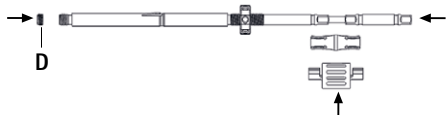

Fig. 11
- Introdurre il cacciavite nella camicia interna, fissarlo con il distanziatore e inserire la vite di bloccaggio **D**, vedere Fig. 11.